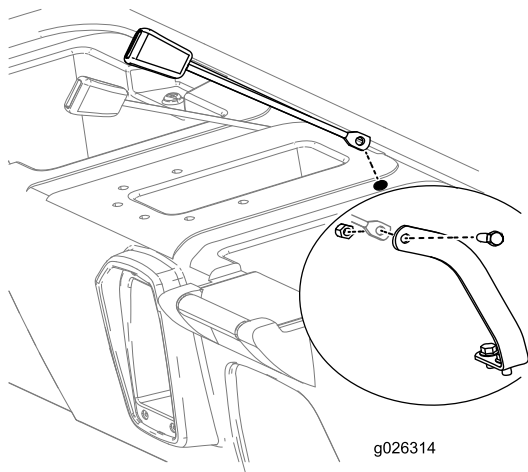

Рисунок 10
8. Вставьте крепежную сторону приемного конца каждого узла блокировки ремня безопасности в одно из недавно просверленных отверстий в нижней части сиденья (Рисунок 10).
- Установите приемный конец каждого ремня безопасности на узел крепления каждого ремня безопасности с помощью болта (7/16 дюйма) и гайки (7/16 дюйма), как показано на Рисунок 10.